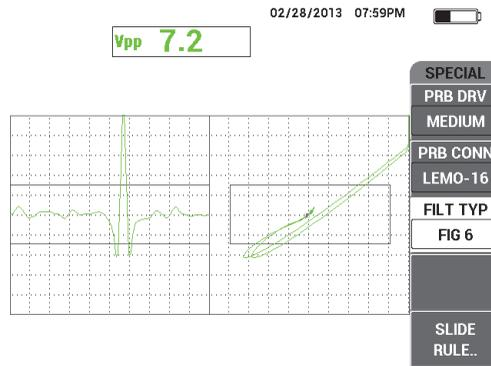

Figura 5-64 Il filtro di tipo Figura 6
5. Premere il tasto di menu MAIN FILTER () ed in seguito modificare il parametro **TIP.FILT.** (tipo filtro) [tasto C] come **FIG 6** (vedere Figura 5-64 a pagina 186).